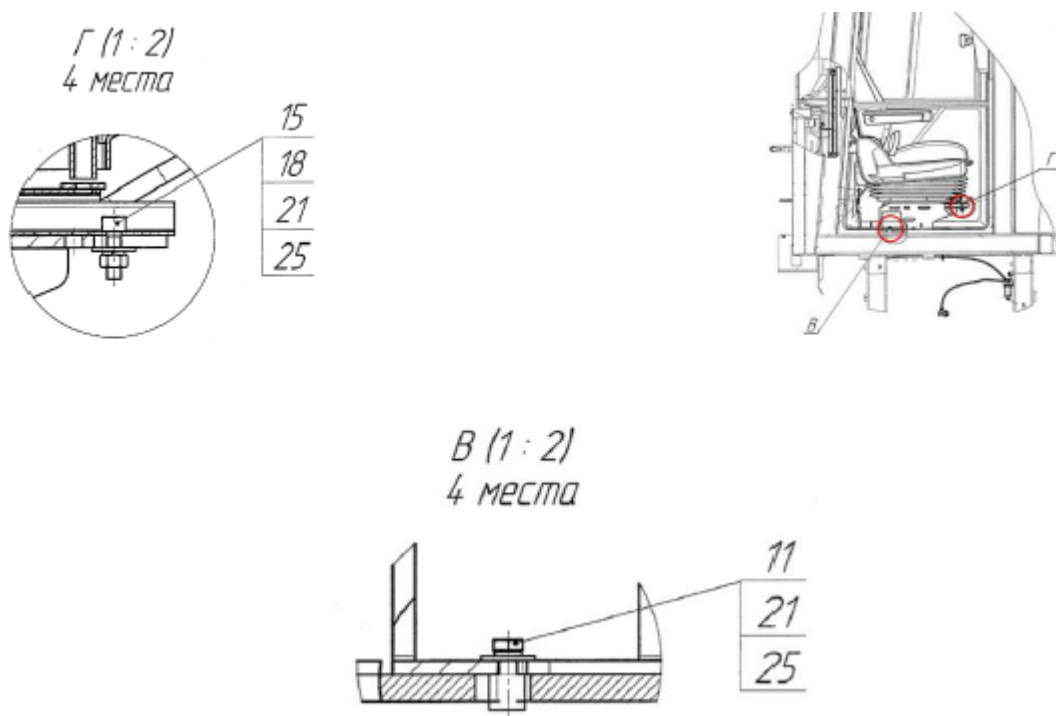

Рисунок 6
6. Демонтировать сиденье (см. рисунок 6).